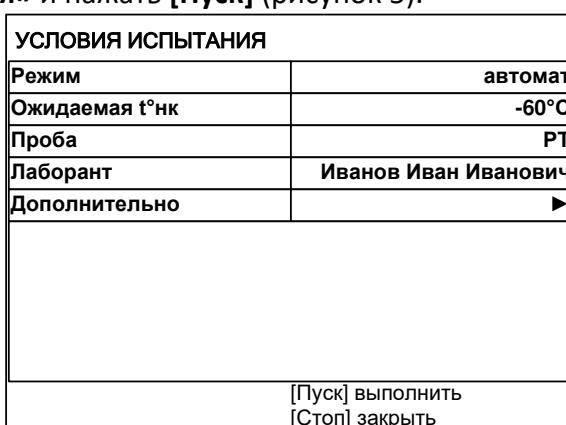

Рисунок 5 – Меню «Условия испытания»
4.4.2.1 Для расширенного редактирования параметров испытания в режиме ожидания нажать [Режим] – откроется «ГЛАВНОЕ МЕНЮ», вращением ручки управления выбрать пункт «Условия испытания» и нажать [Пуск] (рисунок 5).